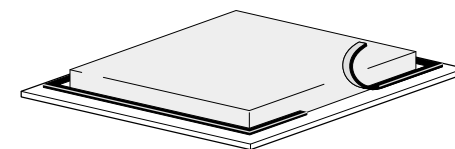
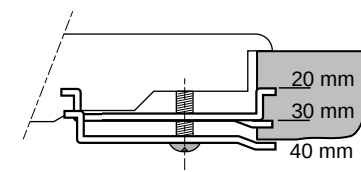

fig. 5
fig. 6
- Découpez le plan de travail en respectant les dimensions indiquées sur illustration 2. Collez les bandes adhésives en-dessous de la plaque de cuisson (voir fig. 5) et placez-la dans l'emplacement découpé. Fixez la plaque de cuisson au plan de travail en serrant les 4 pinces (voir fig. 6).